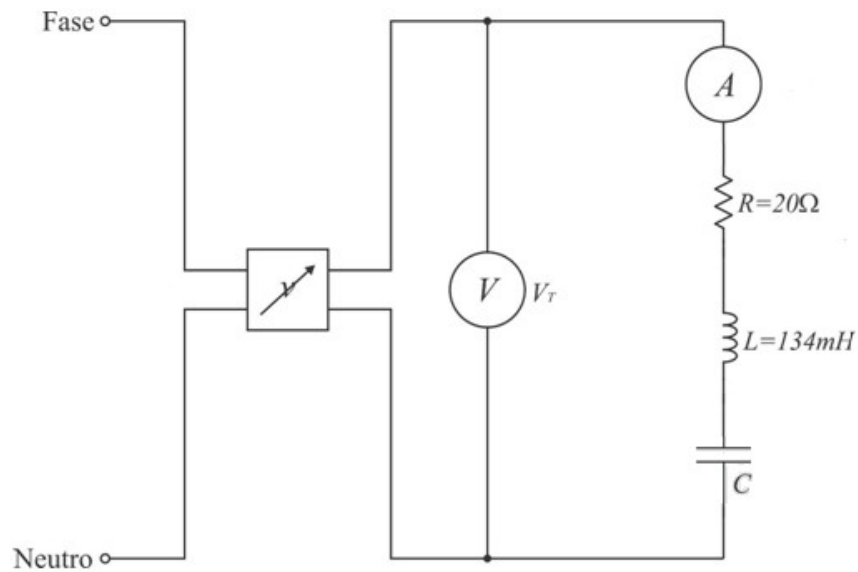

Figura 3.4
3.4- Monte um circuito RLC série utilizando os componentes das três montagens anteriores do painel e o varivolt da bancada (como indicado na **Figura 3.4**). Aplique uma tensão na saída do varivolt de forma que seja possível medir os valores de corrente e tensão (utilizando os instrumentos de medição do painel, multímetro, ou o alicate amperímetro) no mesmo. Preencha a **Tabela 3.4**, comente os resultados obtidos e encontre a impedância equivalente do circuito.